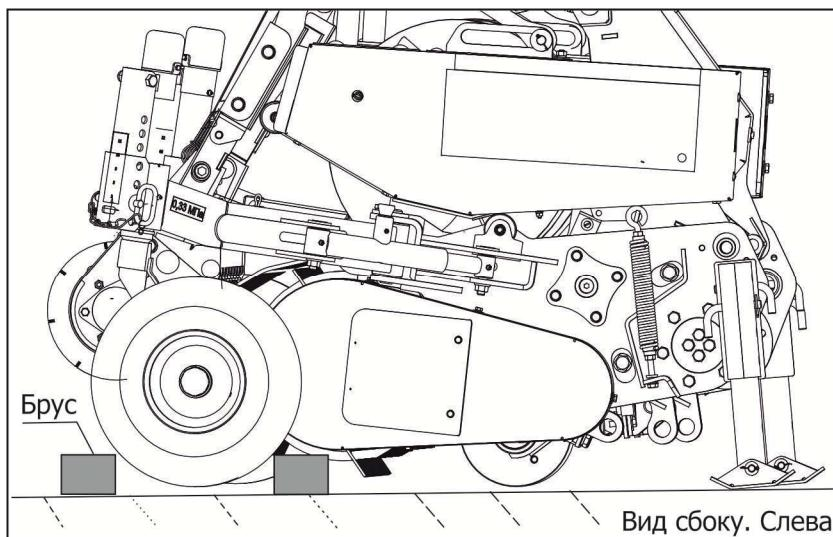

Рисунок 8.2
**8.6 ВАЖНО!** ЕСЛИ КОЛЕСА ПОДБОРЩИКА ЗАФИКСИРОВАНЫ В ТРАНСПОРТОМ ПОЛОЖЕНИИ (ВО ИЗБЕЖАНИЕ УПИРАНИЯ ПАЛЬЦЕВ ПОДБИРАЮЩЕГО УСТРОЙСТВА В ШИНУ КОЛЕСА И ПОВРЕЖДЕНИЯ КОЛЕС), НЕОБХОДИМО ПРИ ПОСТАНОВКЕ НА ХРАНЕНИЕ ИЛИ ПРИ ПЕРЕВОЗКЕ В КУЗОВЕ ТРАНСПОРТА, ЗАФИКСИРОВАТЬ КОЛЕСА ПРОТИВООТКАТНЫМИ УПОРАМИ ИЛИ БРУСКАМИ (рисунок 8.2).